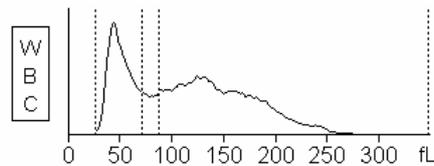

Abbildung 5-28 Zu schmale WBC-Schwelle
- Entsprechen die WBC-Histogramme der Mehrzahl der Proben Abbildung Abbildung 5-28, impliziert dies eine zu schmale WBC-Schwelle. Sie müssen die Schwelle entsprechend vergrößern.